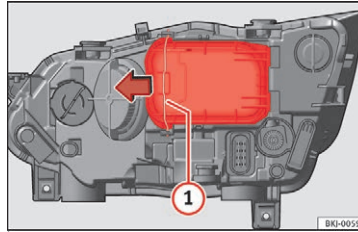

Fig. 96 I motorrummet: fjernelse af afdækning
- Forskyd holderen **» Fig. 96 1** i pilens retning, og tag afdækningen af.